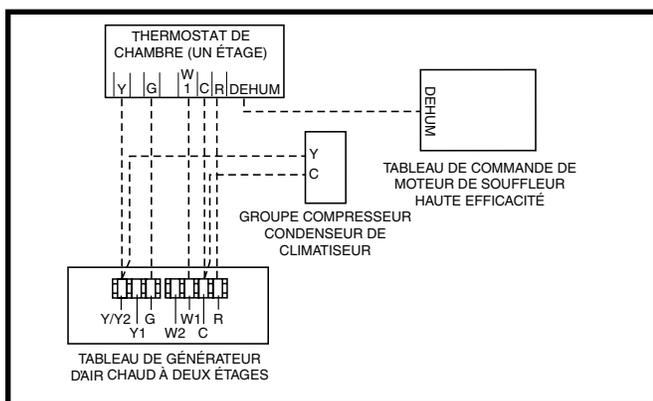
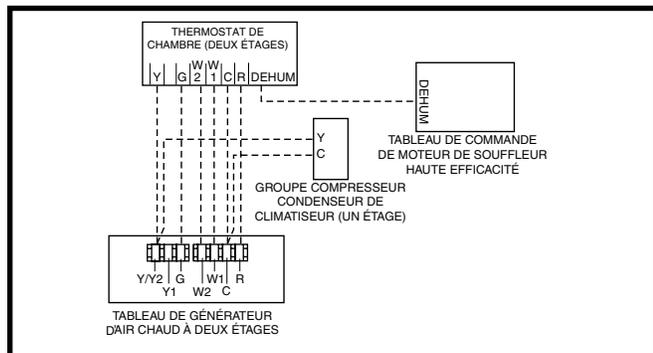
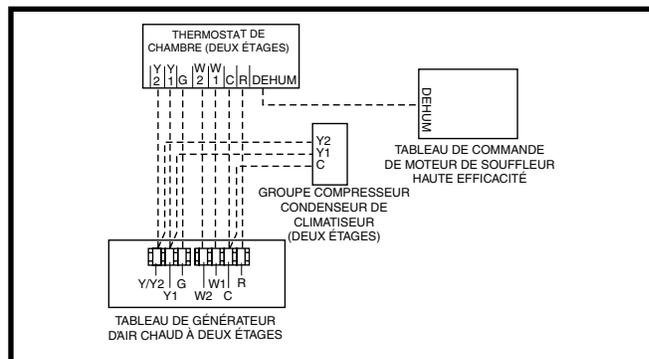

Figure 22. Configuration de câblage 1
Figure 23. Configuration de câblage 2
Figure 24. Configuration de câblage 3
- Brancher la sortie **W** du thermostat à la borne **W1** des tableaux de commande du générateur d'air chaud. Ceci permet au générateur d'air chaud de toujours fonctionner en mode faible puissance. Consulter la Figure 22.
Cette option utilise l'ensemble des capacités de chauffage à deux étages du générateur d'air chaud avec un conditionneur extérieur à un étage. Consulter la Figure 23.
Cette option utilise l'ensemble des capacités de chauffage à deux étages du générateur d'air chaud avec un conditionneur extérieur à deux étages. Consulter la Figure 24.
La fonction d'autorégulation permet l'utilisation d'un thermostat à un étage tout en profitant de certains des avantages du fonctionnement d'un générateur d'air chaud à deux étages. Si l'autorégulation est activée, le générateur d'air chaud passe au feu **DOUX** après avoir initialement démarré au feu **ÉLEVÉ**. Après une période de 10 minutes, le générateur d'air chaud passe au feu **ÉLEVÉ**, jusqu'à ce que la charge calorifique soit atteinte. Consulter la Figure 22 et la section Branchement basse tension à la page 24.
- ✓ Vérifier que tous les fils de thermostat nécessaires sont bien branchés aux fils appropriés de la plaque à bornes de la carte à circuits imprimés. Consulter les Figure 22 \(page 25\), Figure 23 \(page 25\) et Figure 24 \(page 25\).
Les ordres de fonctionnement des modes de chauffage, de refroidissement et de ventilation sont décrits ci-dessous. Vérifier les schémas de câblage d'excitation et de câblage du générateur d'air chaud : Figure 21 \(page 24\), Figure 22 \(page 25\), Figure 23 \(page 25\), Figure 24 \(page 25\) et Figure 32 \(page 40\), Figure 33 \(page 41\), Figure 34 \(page 42\) et Figure 35 \(page 43\).